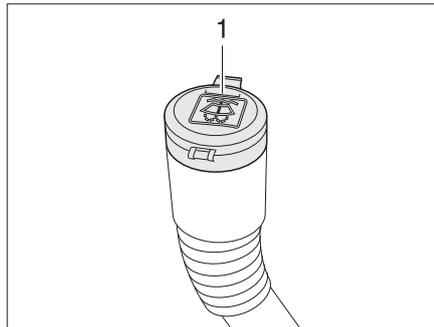

Bild 24 Einfüllstutzen Waschwasserbehälter
- Den Deckel (Bild 24,1) vom Einfüllstutzen des Waschwasserbehälters abnehmen.